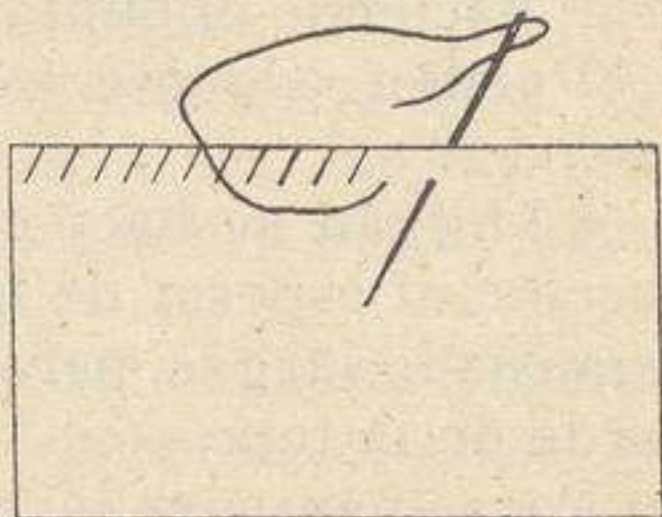

Fig. 5.—Punto por encima
**Punto por encima** (fig. 5).—Se da á veces á este punto el nombre de *surjete* y el de *punto de sábana*. Sirve para reunir dos telas por la orilla. Si no tienen orillas las telas, se reemplazan con dos dobleces. Se cosen juntas las dos orillas, pasando el hilo por encima de éstas y de derecha á izquierda. Es preciso hacer esta cos-